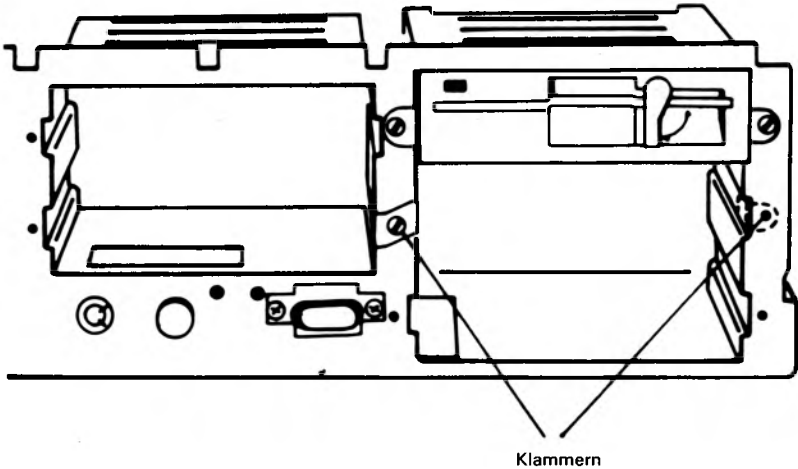

Abbildung 2 K701-1
5. Schrauben Sie die beiden Halteklammern auf der Vorderseite des Systemeinheit ab, die sich direkt neben dem Bereich befinden, in dem das Diskettenlaufwerk installiert werden muß. Abbildung 2 K701-1 zeigt diese Klammern für die Installation eines zweiten Diskettenlaufwerks. Notieren Sie sich, in welcher Reihenfolge Sie die Klammern entfernt haben: Die Seitenstücke der Klammern können unter Umständen verschieden lang sein.
7. Schrauben Sie die Halteklammern fest (Abbildung 2 K701-1).